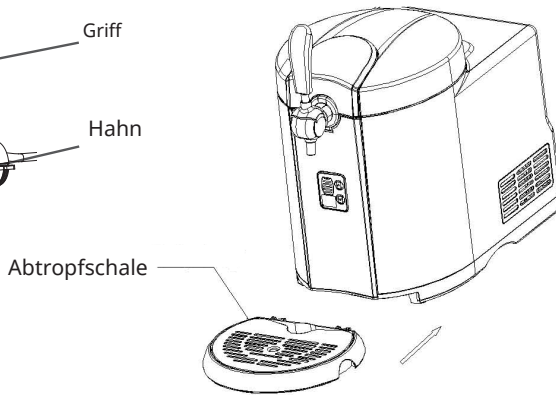

Abbildung 2
3. Schieben Sie die Abtropfschale in die dafür vorgesehene Öffnung (siehe Abbildung 2).